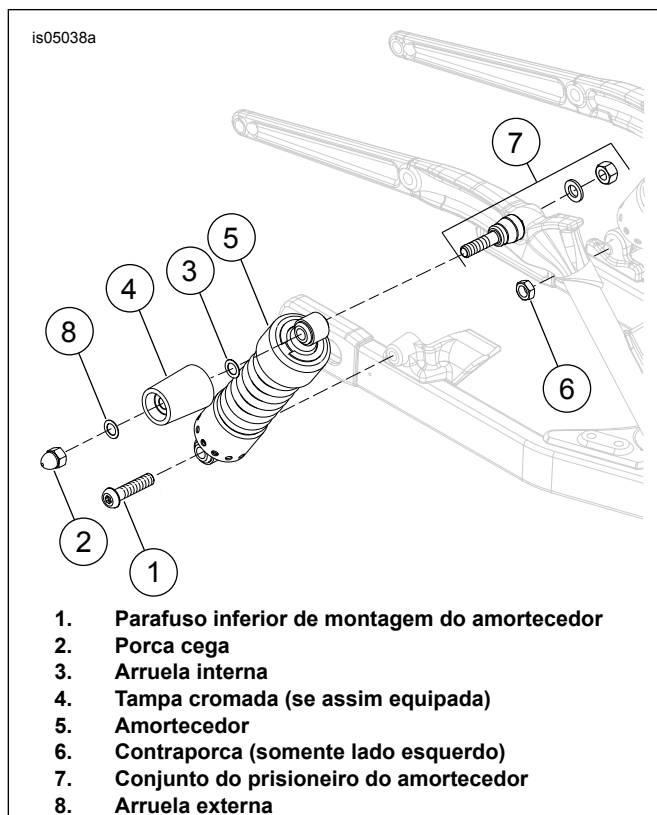

Figura 2. Remoção dos amortecedores originais (modelos anos 2008 e posteriores)
1. Veja a Figura 2. Remova o parafuso do suporte inferior do amortecedor (1) e a contraporca (6) (somente do lado esquerdo). Guarde a contraporca para a instalação.
2. Remova a porca cega (2), a arruela interna (3), a tampa cromada (4), a arruela externa (8) e o amortecedor (5).
3. Descarte as tampas cromadas (se assim equipada) e todas as ferragens, exceto a contraporca (6).
4. Remova e descarte o conjunto do prisioneiro do amortecedor (7).